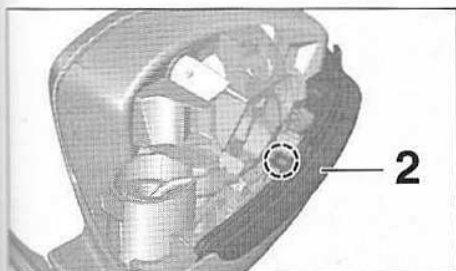

FIG.44
- Dégrafer le répéteur latéral (2) (Fig.44).